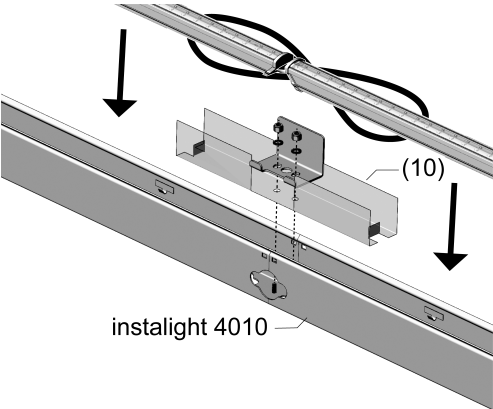

Bild 8: Einlegen der Isolierfolie
- Unter jede Leitungsschlaufe eine der mitgelie-ferten, fertig zugeschnittenen Isolierfolien Nr. 88900086 (10) platzieren (Bild 8)!
- LED-Lichteinsätze in die Halteklammern inner-halb der Tragschiene drücken, bis diese ein-rasten (Bild 8).